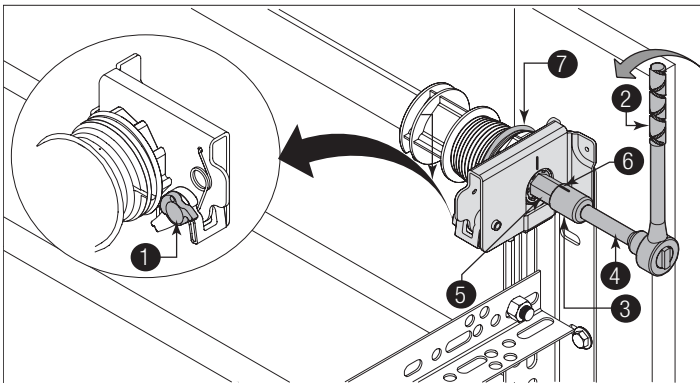
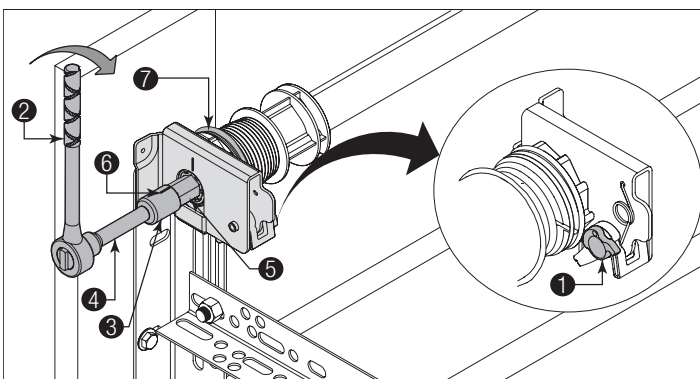

Figure 45, Côté droit
Figure 46, Côté droit
Voir les Figures 45 et 46 pour les étapes suivantes.
LORSQUE VOUS ENROULEZ LE(S) RESSORT(S), ASSUREZ-VOUS QUE VOUS L'ENROULEZ/LES ENROULEZ DANS LE BON SENS, COMME ILLUSTRÉ SUR LA FIGURE 45 ET LA FIGURE 46. ASSUREZ-VOUS QUE LA CLÉ À CLIQUET ENROULE LE RESSORT DANS LE SENS DES AIGUILLES D'UNE MONTRE POUR LE RESSORT DE GAUCHE. VEILLEZ À CE QUE LA CLÉ À CLIQUET ENROULE LE RESSORT DANS LE SENS INVERSE DES AIGUILLES D'UNE MONTRE POUR LE RESSORT DE DROITE.